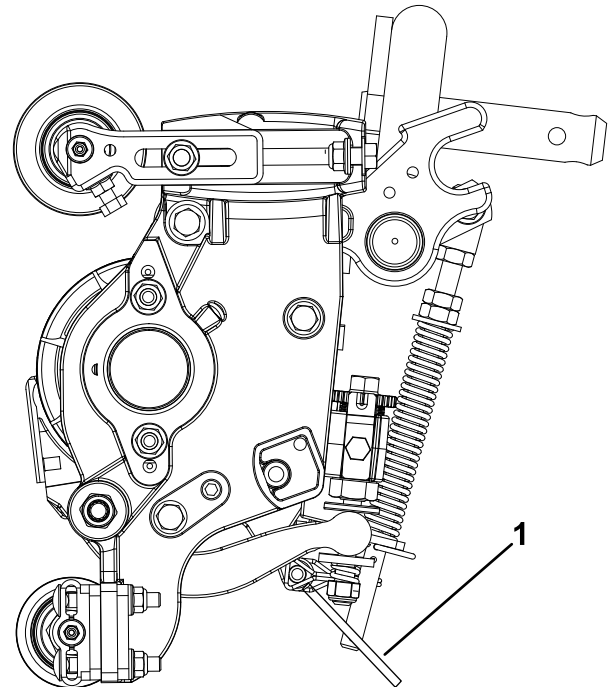

**Bild 16**
7. Schrauben Sie die Schraube in den anderen Arm der Motorhaubenhalterung, um den Riegel zu arretieren (Bild 16).